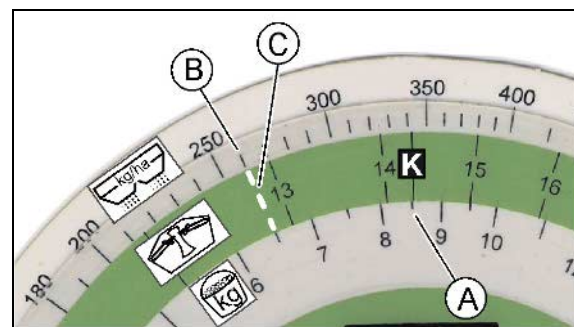

図 73
7. 収容した肥料量 (8.5 kg) 用に上側の目盛り (図 73/1) で数値 (A) を、希望する散布量 (260 kg/ha) 用に中央の目盛り (図 73/2) で数値 (B) を探してください。
8. 点 A と B の間に直線 (図 73/4) を引きます。
9. この直線を延長すると、必要なシャッター位置用に下側の目盛り (図 73/3) で数値 (C) を指します (ここでは 12.8)。